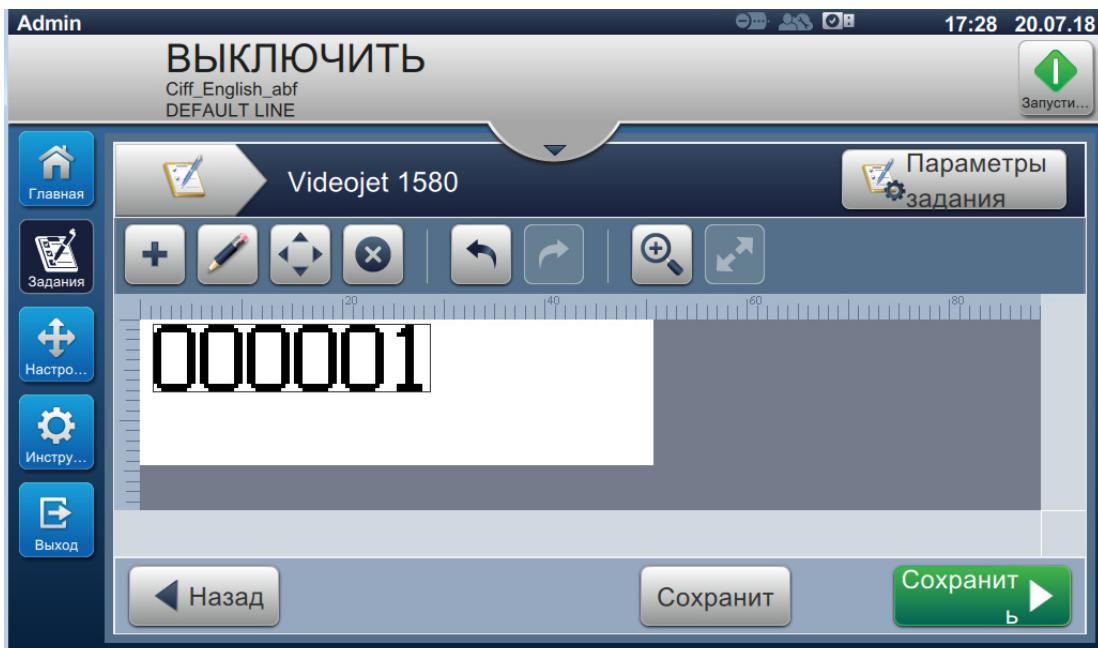

Рис. 5-15: Пример сообщения
В разделе ниже приведены инструкции по созданию нового задания, Рис. 5-15 которое содержит следующие поля:
10. Выберите поле и перетащите его или используйте кнопку  , чтобы переместить поле в нужное расположение, как показано на Рис. 5-15 на стр. 5-33.
22. Выберите поле и перетащите его или используйте кнопку  , чтобы переместить поле в нужное расположение, как показано на Рис. 5-15 на стр. 5-33.
30. Выберите поле и перетащите его или используйте кнопку  , чтобы переместить споле в нужное расположение, как показано на Рис. 5-15 на стр. 5-33.